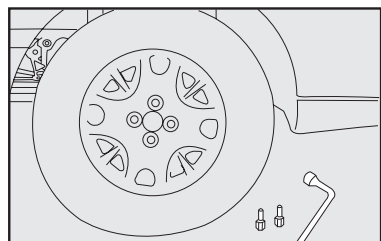

fig. 19
10) Apriete los tornillos, utilizando la llave especial fig. 19.